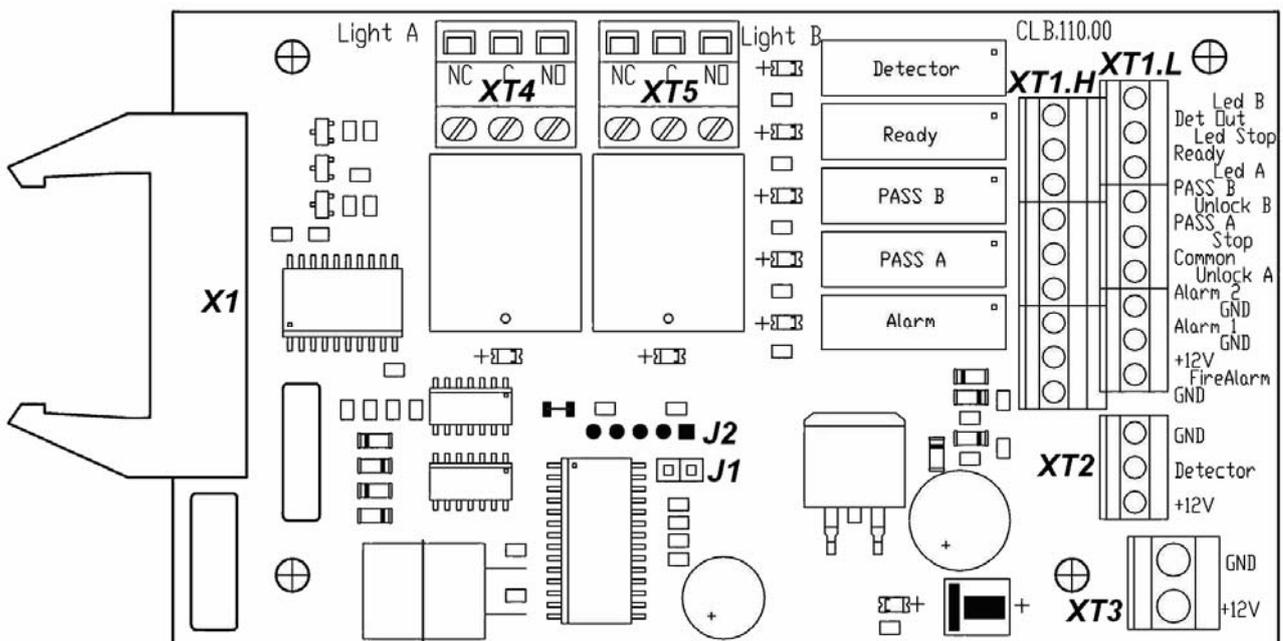

Рисунок 5. Внешний вид платы управления CLB
5.2.5 На плате управления (см. рисунок 5) расположены:
Факт срабатывания/отпускания реле *PASS A*, *PASS B*, *Ready*, *Detector* и *Alarm* можно определить по загоранию/гашению красных индикаторов, которые установлены вблизи указанных реле (см. рисунок 5).